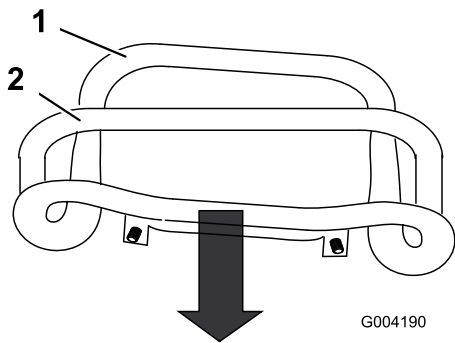

Bild 54
3. Ziehen Sie den Fahrtrieb zurück, sodass die Vorderseite des Fahrtriebs den Anschlagbügel berührt (Bild 54).